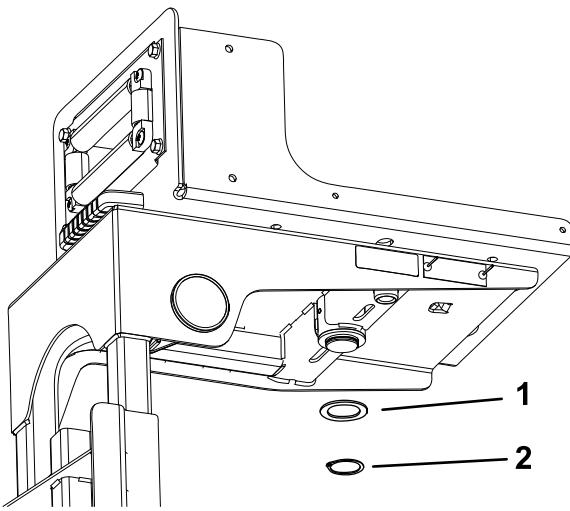

図 9
- ホースリールフレームの下側で、スイベルプレートの柱にスラストワッシャとスナップリングを取り付ける図 9。